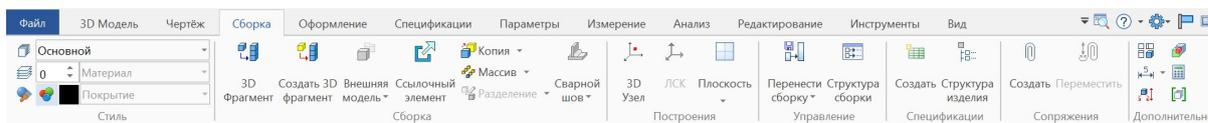

Рис. 13
– **Сборка** (рис. 13) – операции со сборками (конструкциями, состоящими из нескольких деталей),;